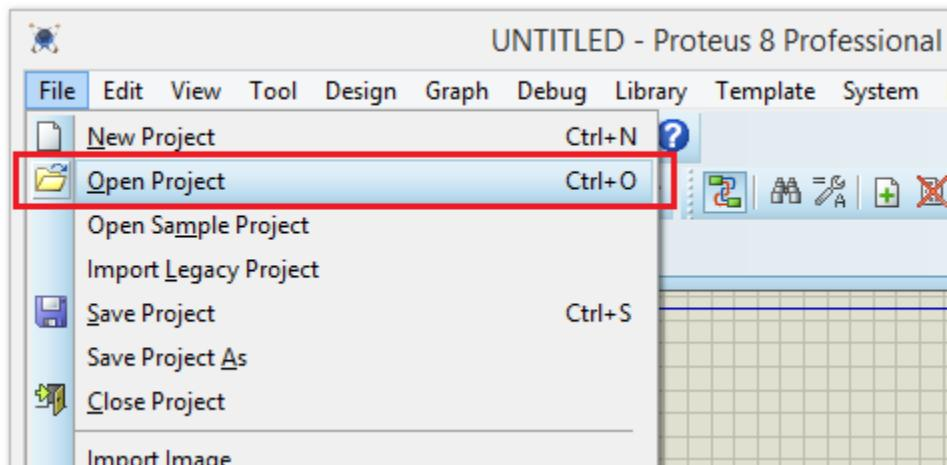

Рисунок 2.37 – Відкриття файлу проекту у середовищі моделювання «Proteus»
2. Відкрити файл проекту **File > Open Project (Ctrl+O)** (рис. 2.37) або натиснути на кнопку .